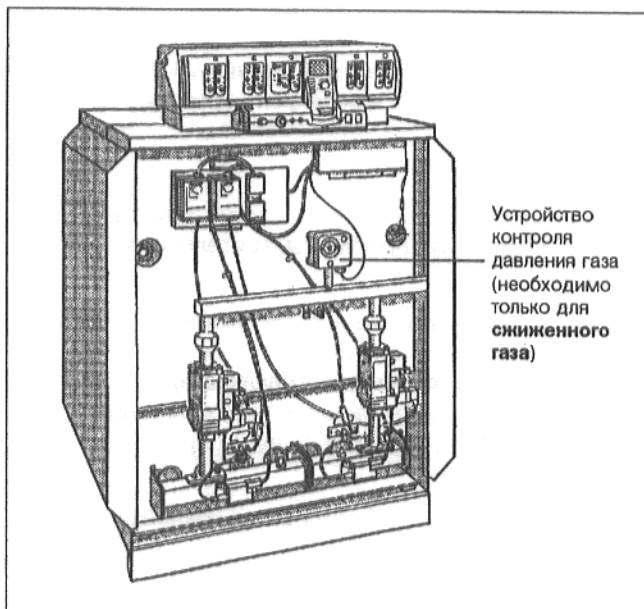

Рис. 44 G332 XZ с устройством контроля давления газа
- При переоборудовании на сжиженный газ: Удалить заглушки из трубы подключения газа, вставить плотно патрубок (комплект поставки деталей для переоборудования) прямой стороной в трубу подключения газа, вставить герметично устройство контроля давления газа (комплект поставки деталей для переоборудования) установочной шайбой вперед в уголок патрубка и осуществить электрическое подключение в соответствии с электрической схемой (Рис. 44).